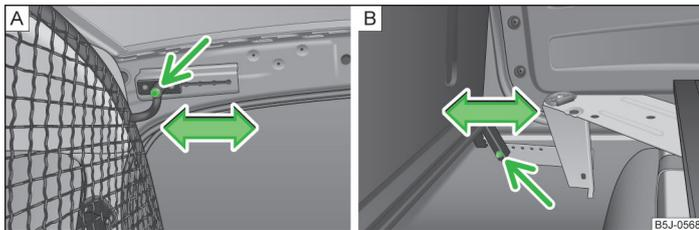

Fig. 77 Alojamiento superior / inferior de la pared separadora de seguridad
- Desenroscar en cada lado en la parte superior de la carrocería un tornillo » fig. 77 - A) y uno en la parte inferior » fig. 77 - B).